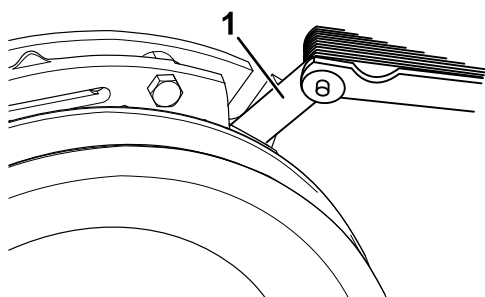
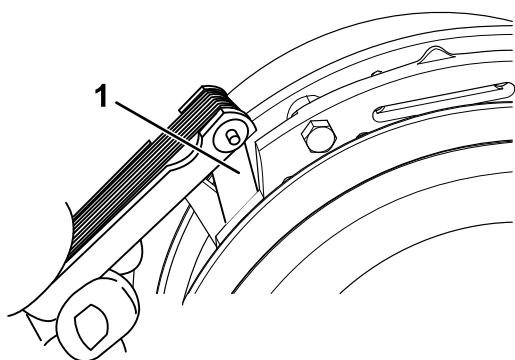

Figure 59
Figure 60
- E. À l'aide d'une jauge d'épaisseur de 0,025 cm (0,010 po), vérifiez qu'il existe un entrefer entre le rotor et la face de l'induit, de chaque côté du pôle de frein, comme montré à la Figure 59 et la Figure 60.